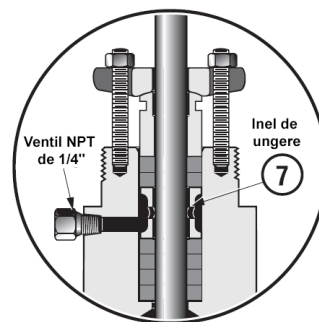

Figura 5 - Conexiune lubrifiant (Opțional)
- J. Dacă este instalată o conexiune pentru detectarea scurgerii, conectați-o la portul lateral NPT în capac. Dacă nu, asigurați-vă că ventilul 1/4" NPT a rămas în locul său (Figura 5).